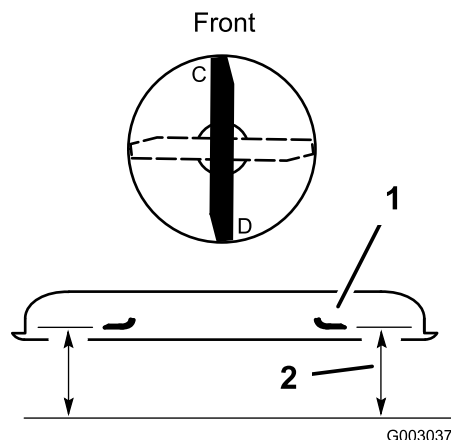

Figura 51
2. Coloque una cuchilla en posición longitudinal (Figura 51). Mida en las posiciones **C** y **D** desde una superficie nivelada hasta el filo de corte de los extremos de la cuchilla (Figura 51).